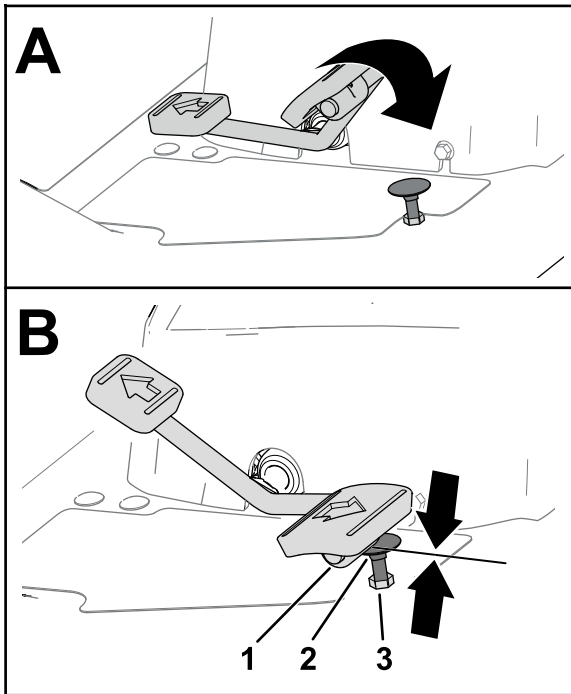
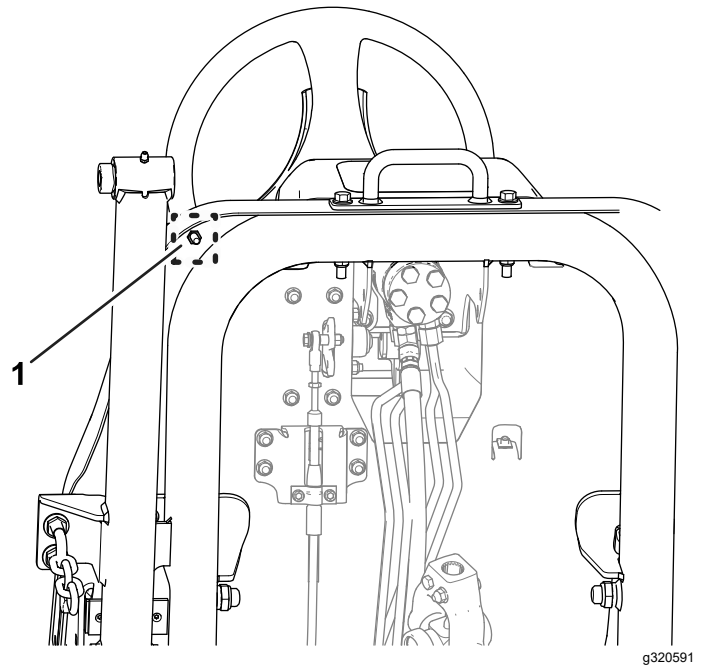

Figura 76
Figura 77
1. Spostate completamente in avanti il pedale di trazione (Figura 76).
- A. Fissate l'arresto del pedale di trazione (Figura 76) con una chiave.
- B. Allentate il controdado nella parte inferiore della piastra di appoggio del piede (Figura 77).
- C. Spostate completamente in avanti il pedale di trazione (Figura 76).
- D. Mantenendo fisso l'arresto del pedale di trazione, regolate il controdado sopra la piastra di appoggio del piede (Figura 76) fino a quando il pedale della trazione non viene a contatto con l'arresto.
- F. Mentre tenete fisso l'arresto del pedale di trazione, serrate il controdado nella parte inferiore della piastra di appoggio del piede (Figura 76 e Figura 77) a 37–45 N·m.